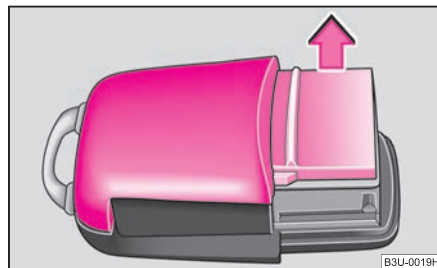

Fig. 20 Coperchio del trasmettitore
- Rimuovere il coperchio del trasmettitore ⇒ fig. 20 agendo nel senso indicato dalla freccia.